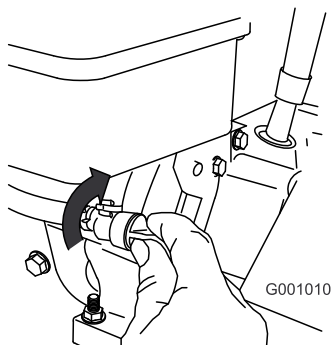

Bild 31
3. Schließen Sie den Kraftstoffhahn durch Drehen nach rechts (Bild 31).